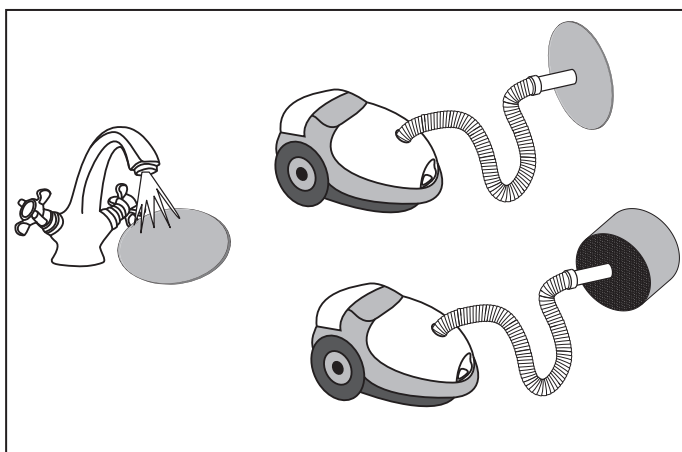

Рис. 24. Очистка фильтров и регенератора
- Очищайте фильтры проводить по мере их загрязнения, но не реже одного раза в 3 месяцев. Для очистки фильтров промойте их водой или воспользуйтесь пылесосом (см. рис. 24), затем сухие